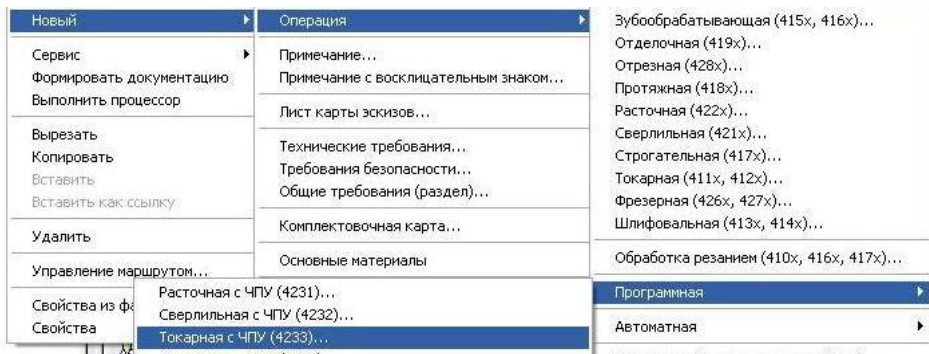

Рисунок 5
2.8 Создаем первую операцию. Для этого нажимаем правой кнопкой мыши на *Технологический процесс*. В контекстном меню выбираем *Новый – Операция – Программная - Программная с ЧПУ* (рисунок 5).